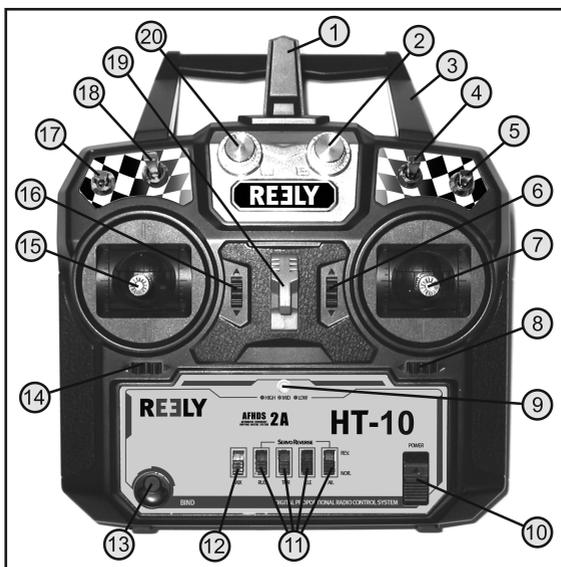

Figure 1
Après avoir inséré des piles neuves, allumez l'émetteur à des fins de test en actionnant l'interrupteur marche / arrêt (voir figure 1, n° 10). À cet effet, faites coulisser le bouton de commande du bas (arrêt) vers le haut (marche).
L'émetteur émet une tonalité brève et l'indicateur à DEL (voir également figure 1, n° 9) passe en permanence au vert.
* Les trois lettres entre parenthèses correspondent aux abréviations en anglais de la désignation des fonctions. Les interrupteurs arrière pour les canaux 1 - 4 (voir fig. 1, n° 11) sont également désignés par ces abréviations.
Allumez d'abord l'émetteur puis le récepteur. Si la fonction Binding a correctement été exécutée, la DEL de contrôle (voir figure 5, n° 4) est allumée sur le récepteur et les dix servos réagissent aux mouvements des leviers de commande, l'interrupteurs et boutons rotatifs. Se référer à la répartition fig. 1 indiquant quel servo peut être utilisé avec quel élément de commande. Contrôlez le fonctionnement correct du récepteur puis éteignez-le à nouveau.
La télécommande « HT-10 » est équipée d'un compensateur numérique à grande sensibilité qui permet de régler individuellement chaque canal de commande à l'aide de respectivement un bouton de trim (voir également figure 1, n° 6, 8, 14 et 16).